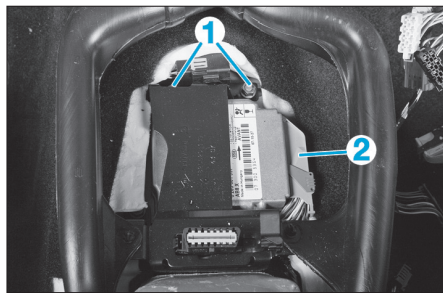

Fig. 11
- Déposer les écrous de fixation (1) du support du calculateur d'airbags (Fig.11).
- Débrancher le connecteur électrique (2).